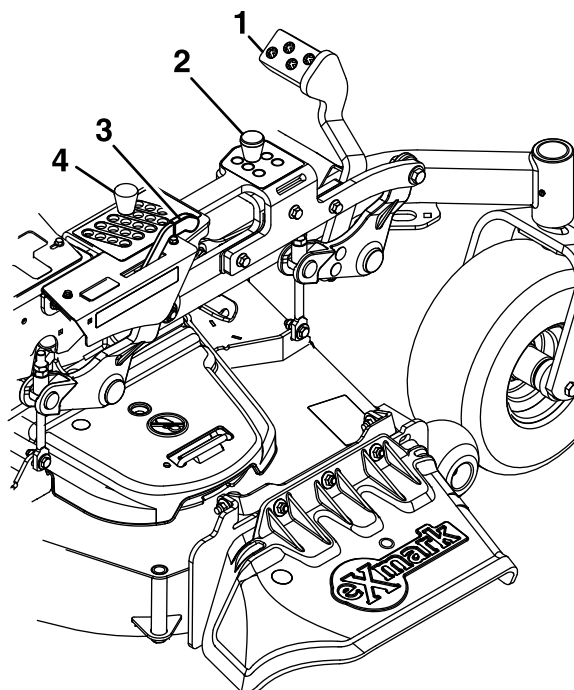

Figure 27
4. Levez et verrouillez le tablier à la position de transport de 14 cm (5½ po) (voir Figure 27).